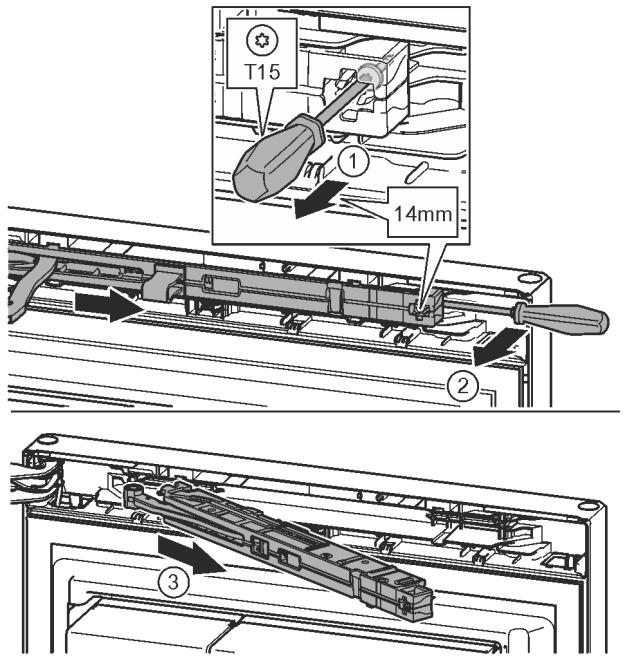

Fig. 12
- ▶ Suelte el tornillo en la unidad de amortiguador de cierre aprox. 14 mm con el destornillador T15. Fig. 12 (1)
- ▶ Desplácelo con un destornillador por el lado del tirador detrás de la unidad de amortiguador de cierre y gírelo hacia delante. Fig. 12 (2)
- ▶ Extraiga la unidad de amortiguador de cierre. Fig. 12 (3)